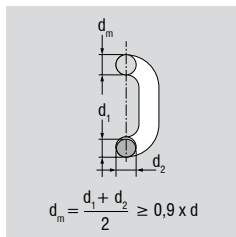

Fig. 11: Reducción del espesor de un elemento de cadena
- Reducción del espesor del elemento de cadena en algún lugar en una media >10% (fig. 11)